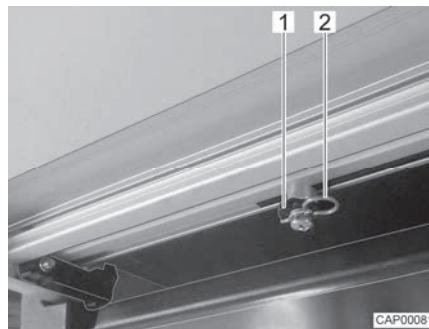

Bild 8 Antriebsstange (Eintrittstufe)
- An der Unterseite der Eintrittstufe beide Sicherungsclips (Bild 8,2) an den Antriebsstangen (Bild 8,1) abziehen.